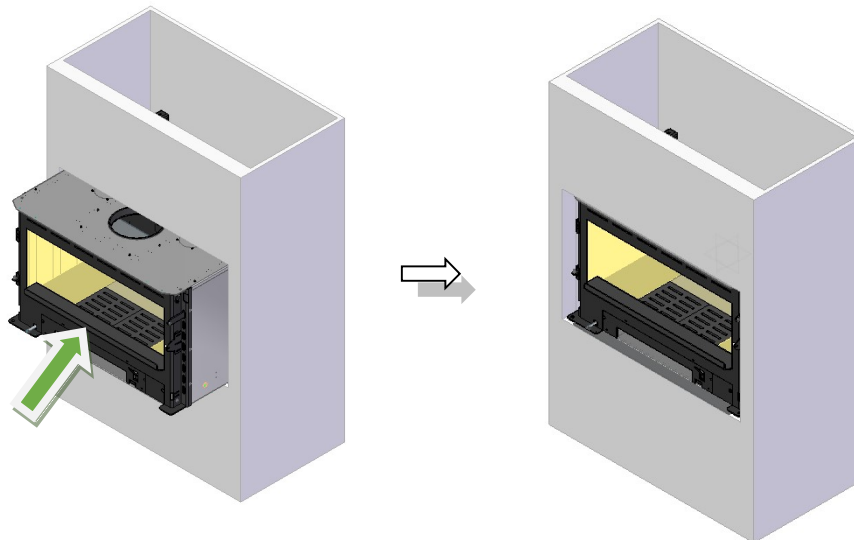

Figure 12 - Placement de l'équipement
10. Vous pouvez ensuite insérer l'équipement en place, comme indiqué sur la Figure 12.